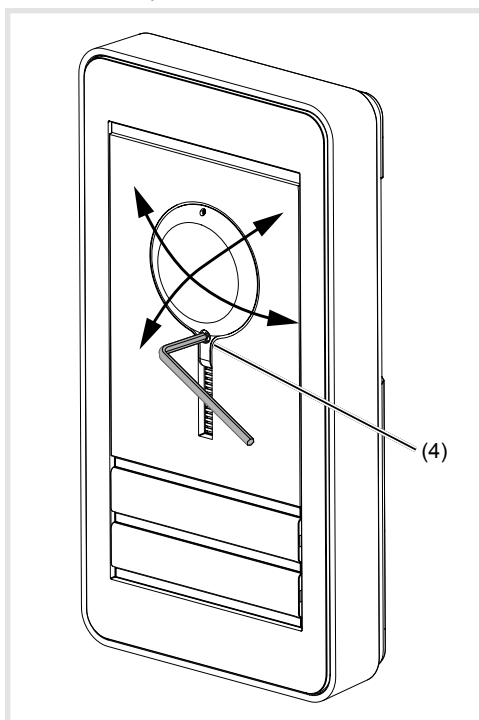

Figura 14: orientamento della telecamera
Per adattare l'immagine della telecamera all'ambiente circostante, è possibile orientarla (figura 14, 15 e 16).
- Svitare la vite di fissaggio per la telecamera con la chiave a brugola fornita in dotazione da 1,5 mm (figura 14).